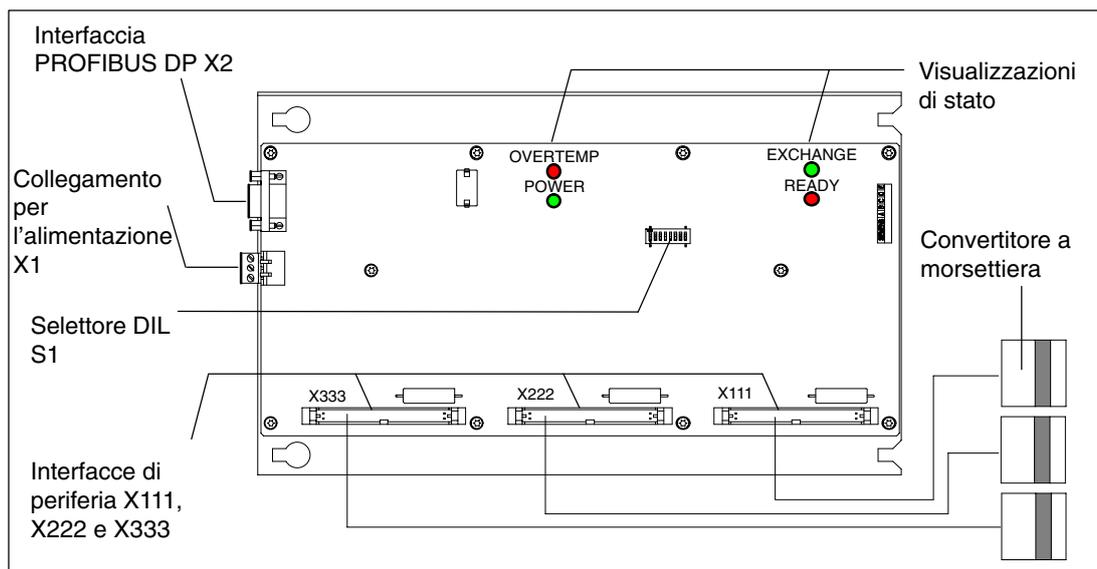

Fig. 4-4 Posizione delle interfacce e delle visualizzazioni di stato sul modulo di periferia in caso di collegamento di 3 convertitori a morsetteria
- tre convertitori a morsettiera per gli ingressi e le uscite digitali (vedere la fig. 4-4)